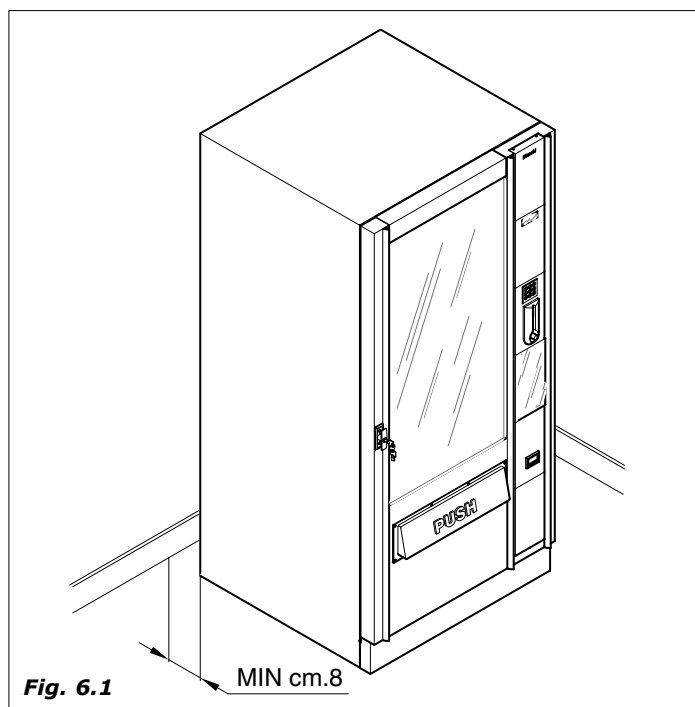

Fig. 6.1
- Se posizionato vicino ad una parete, lo schienale deve avere una distanza minima di 8 cm dalla stessa (Fig.6.1), per permettere la regolare ventilazione dell'unità refrigerante. In nessun caso coprire il distributore con panni o similari.
Se l'installazione avviene in corridoi di evacuazione di sicurezza assicurarsi che con il distributore a porta aperta rimanga comunque spazio sufficiente al passaggio (Fig.6.1).